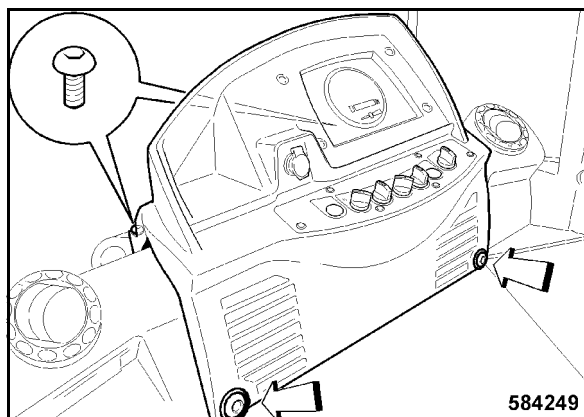

Fig. 214
- Instalar el tablero de instrumentos y fijarlo con cuatro tornillos de fijación (Fig. 214).